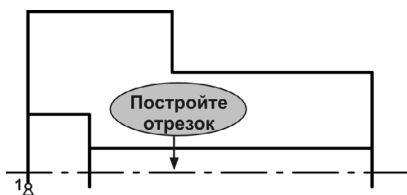

Рис. 66.7.
13.1. Постройте горизонтальный отрезок, как это показано на рис. 66.7. Начальная и конечная точки должны немного выступать за контуры детали. Задайте стиль линии отрезка *Осевая*.